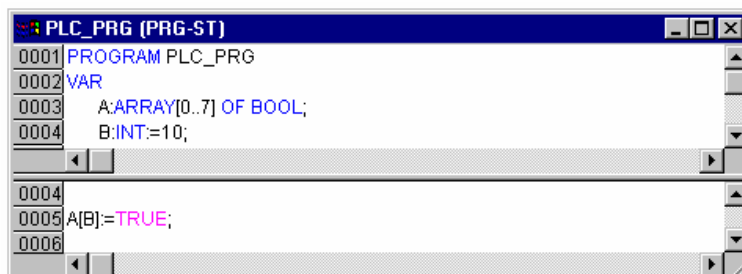

图 2-2-2
- 若工程中中没有上面所述的 CheckBounds 程序，在图 2-2-2 的例子中，A[B]应该为 A[10]，从而超出了数组 A 的最大上界值 7，程序编译时出错。
- 但因为工程中定义了上面的 CheckBounds 函数，所以执行图 2-2-2 的程序时，A[B]会被当作 A[7]来使用，将布尔量 TRUE 赋值给 A[7]，编译时不出错。